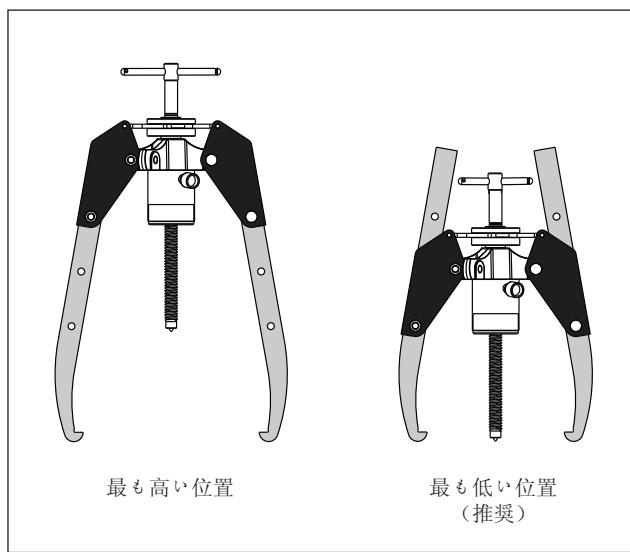

図7: ジョーの取り付け位置（一般的）
- ジョーの変形の可能性を下げるため、必ずできる限り最も低い取り付け穴にジョーを取り付けて作業を行ってください。大型の構成部品の周囲にスペースを設ける必要がある場合に限り、最も高い取り付け穴を使用してください。図7を参照してください。